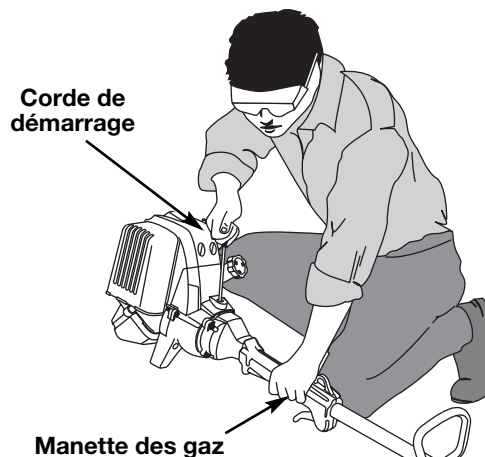

Fig. 9
5. Levez-vous en position de départ et **n'appuyez pas sur la manette des gaz** (Fig. 9). Tirez sèchement sur le cordon de démarrage jusqu'à 5 à 10 fois.